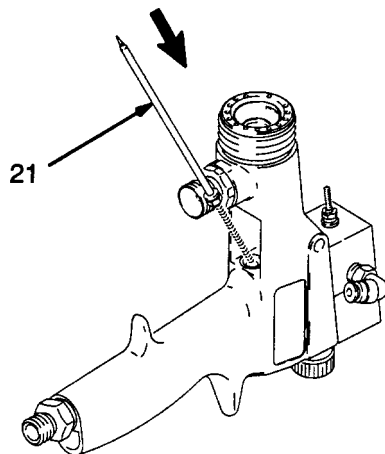

Fig. 4
- Utilizar el extremo roscado de la aguja de fluido (21) para extraer la junta de la copa en U (33) presentada en la Fig. 4.